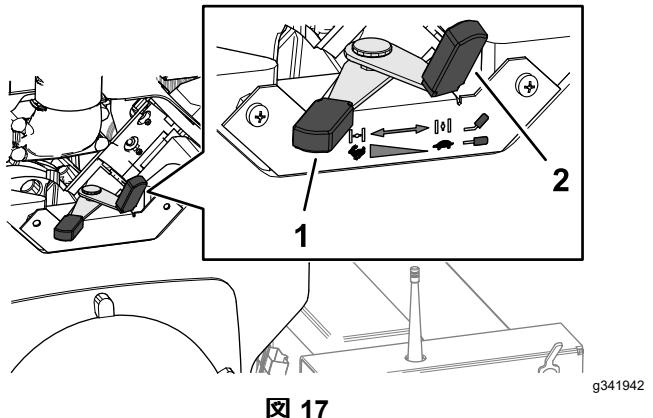

図 17
2. エンジンが冷えている場合には、チョークレバー 図 17をON 位置にセットする。